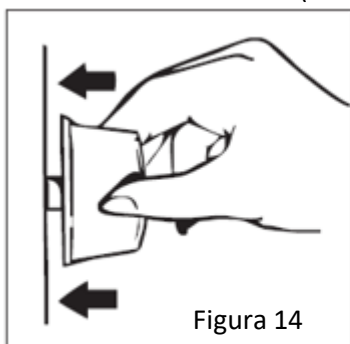
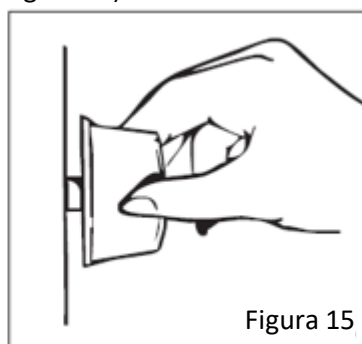

Figura 14
Figura 15
3. Pentru a utiliza arzătorul dorit, apăsați mai întâi pe buton în direcția indicată de săgeată și așteptați 5 secunde pentru ca aerul să iasă din conducte (consultați figura 14).
Aprinderea automată cu buton: puteți aprinde arzătorul dorit, apăsând pe buton în direcția indicată de săgeată (consultați figura 14) și răsucind butonul (consultați figura 15).